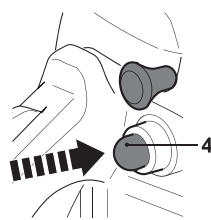

Fig. 23
5. Actionnez l'amorce (4) jusqu'à ce que la poire soit complètement remplie de carburant (Fig. 23).